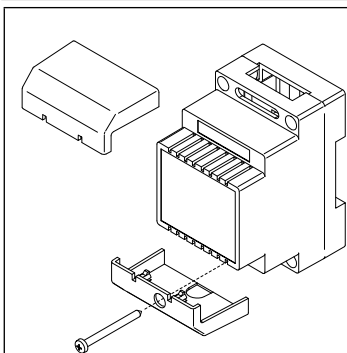

Fig. 3
1. Remove the terminal side covers by unscrewing the retaining screws (**Fig. 3**);
1. Rimuovere i coperchi copri-morsetti svitando le relative viti e tirandoli verso l'alto (**Fig. 3**);